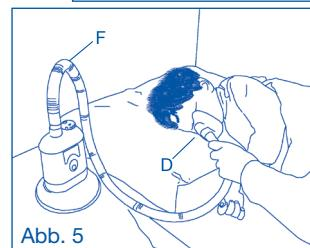

Abb. 5
5. Um die Medikamentendosis dem liegenden Patienten (Abb. 5) zu verabreichen, den Verlängerungsschlauch (F) mit einer Seite an die Maske (D) oder (E) anschließen, mit der anderen an das Gerät, das in seinem Tischaufzatz (I) steht.